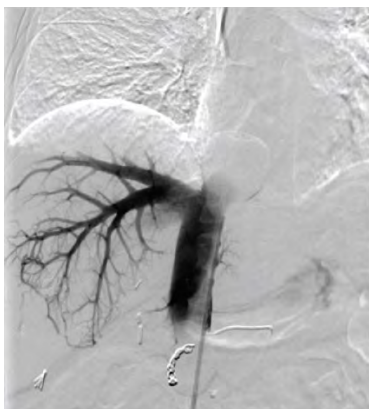

Abbildung 27
- (f) Wenn die Ballons gefüllt sind, erstellen Sie ein teilweises (retrohepatisches) Kavogramm der V. cava inferior (mittels digitaler Subtraktionsangiographie) durch die Fenestrierungen. Reduzieren Sie vor der Injektion des Kontrastmittels die Pumpendrehzahl auf 1000 U/min und klemmen Sie den Kreislauf ab. Injizieren Sie iodiertes Kontrastmittel durch den Anschluss CONTRAST (Kontrastmittel), um zu bestätigen, dass der Katheter den hepatischen venösen Blutstrom zwischen den beiden Ballons ordnungsgemäß isoliert. Der schädelwärts gelegene Ballon muss die V. cava inferior knapp über der höchstgelegenen (am nächsten zum rechten Atrium befindlichen) Lebervene verschließen, und der kaudal gelegene Ballon muss die V. cava inferior knapp unter der tiefstgelegenen Lebervene (über den Nierenvenen) verschließen, wie im Röntgenbild in Abbildung 27 dargestellt.